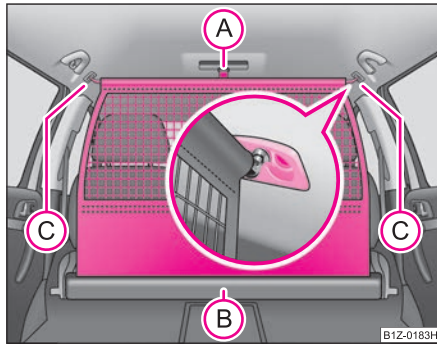

Fig. 88 Desfacerea peretelui despărțitor
- Trageți plasa de curelușă (A) din carcasa (B) ⇒ fig. 88.
- Introduceți bara transversală în locașul (C) pe o parte și apăsați bara în față.
- În același mod fixați bara pe partea cealaltă a autovehiculului, locașul (C).
- Trageți bara în spate din suporturile din plafon, mai întâi pe o parte, apoi pe partea cealaltă, și scoateți-o din suporturi (C) ⇒ fig. 88.
- **Susțineți** bara transversală astfel încât peretele să se poată rula încet și fără să se deterioreze, în carcasă (B).